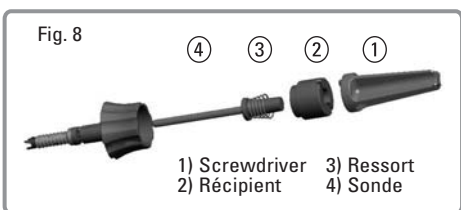

Fig. 8
- Antes de utilizar el SinCrest asegúrese siempre de que sus componentes están ensamblados correctamente (véase la fig. 8).